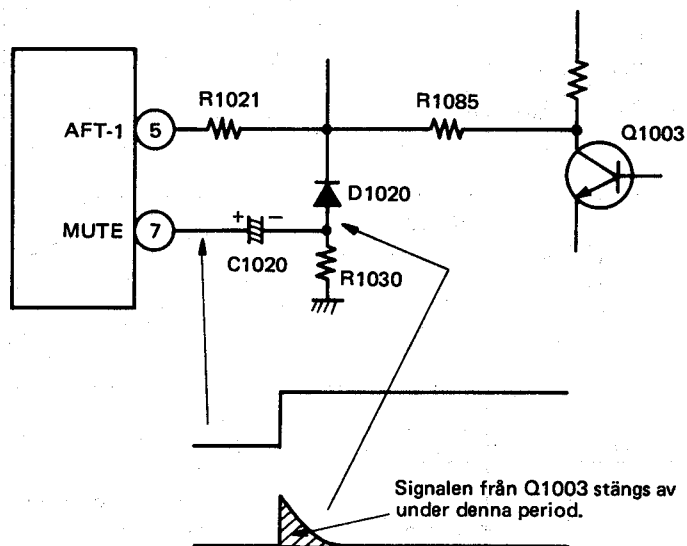

Figure 10.
Om sökandet börjar när en TV signal erhållits och lagrats i minnet, förorsakas en puls att komma in i stift ⑤ (AFT-1) på I1001 (Fig. 10). Som följd därav kan avsökningen upphöra även då det inte finns något TV signal i mot-tagaren.